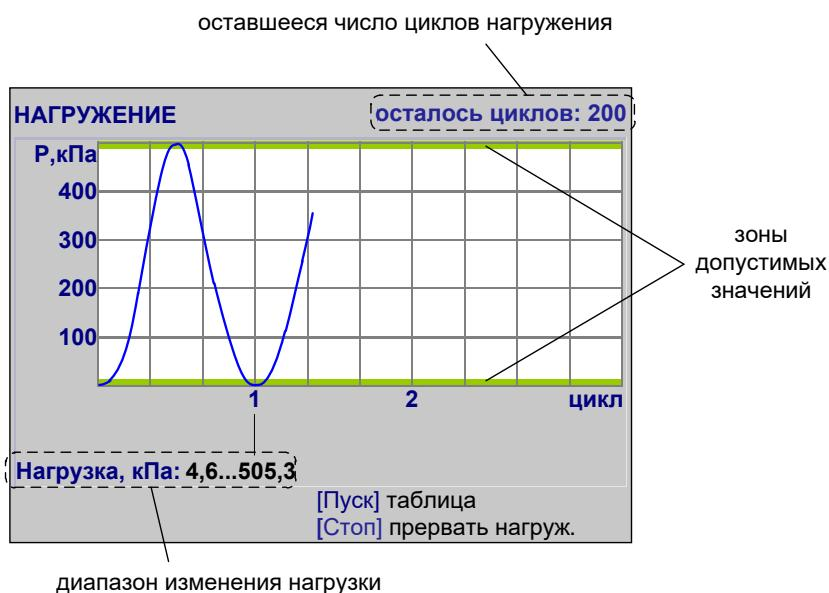

Рисунок 10 – Испытание (график)
- 4.4.1 После установки ящика с образцом в зону нагружения нажать **[Пуск]** –нагрузочная плита опустится на поверхность щебня, затем аппарат начнёт циклическое нагружение образца. На дисплее отобразится графическое окно нагружения (рисунок 10).